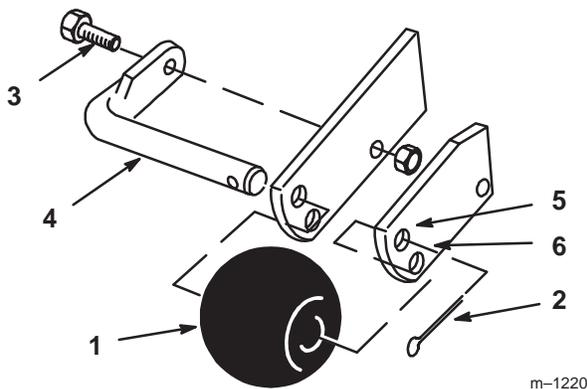

Figure 16
2. Enlevez la goupille fendue, le boulon et l'axe pour changer de trou (Fig. 16).
3. Choisissez le trou requis pour la hauteur de coupe sélectionnée et insérez la tige (Fig. 16).